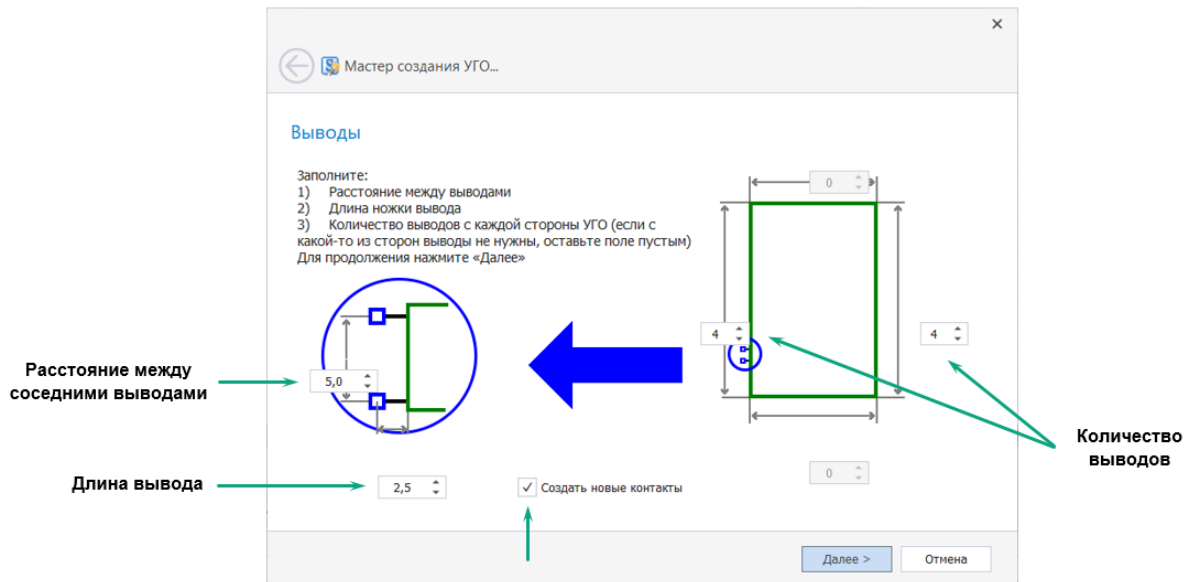

Рис. 220 Настройка параметров выводов
3. Определить данные о выводах, см. Рис. 220.